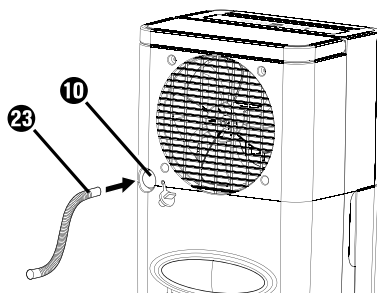

Fig. 4
- ♦ Sæt enten den medfølgende slange **23** eller EU-haveslangeadapteren **24** på vandudløbsåbningen **10** (se fig. 4 og 5).